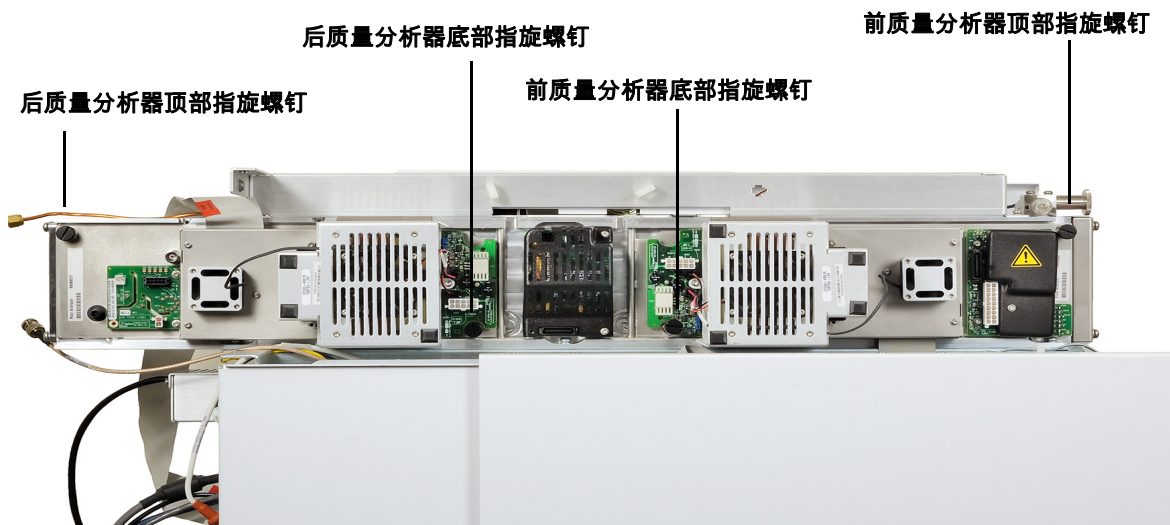

图 15 侧板指旋螺钉
- 7 手动拧紧两个质量分析器的侧板指旋螺钉。(请参见图 15)。